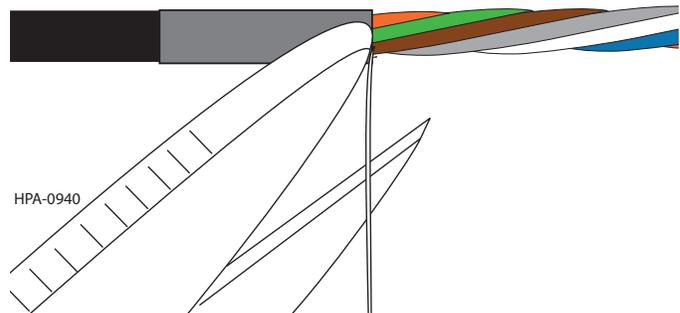

Abbildung 7
Schritt 11: Die Garne bis zur Bandumwicklung aufdröseln und abschneiden. Wegen des geringen Aderdurchmessers beim Schneiden in der Nähe der Aderhüllen vorsichtig vorgehen. (Abbildung 7).